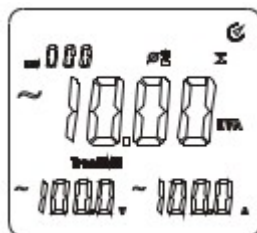

Figura 9-4
- Como muestra la figura 9-4, presione la tecla “Σ” para acumular la potencia de la segunda fase.